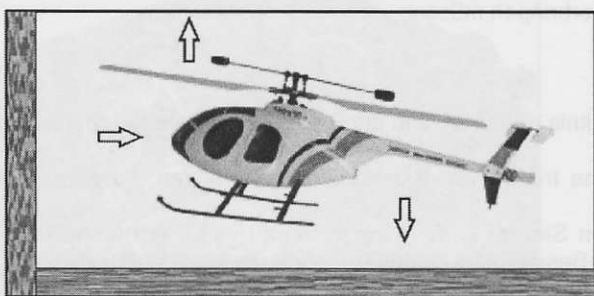

Bild 1
2. versuchen Sie mit dem Heck zuerst aufzuschlagen um einer Beschädigung des Empfängers in der Helikopternase zu vermeiden. (Bild 1)